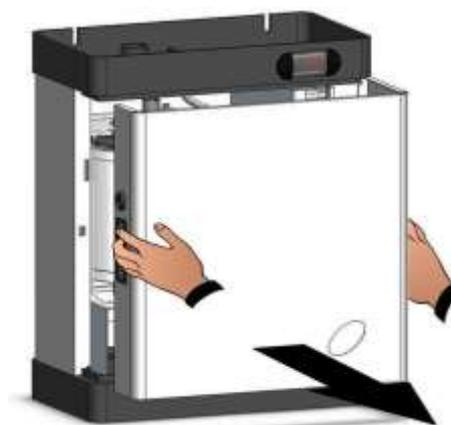

Fig. 7
4. Estrarre la carena frontale impugnandola dalle due maniglie poste sui lati e tirando verso di se con una leggera pressione (fig. 7).